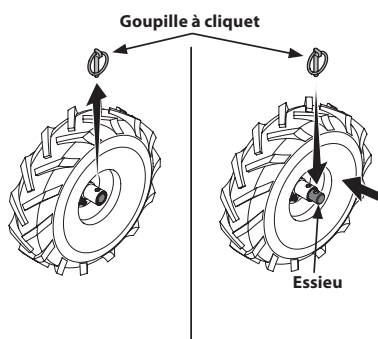

Figure 12
2. Retirez la goupille à cliquet de l'essieu et du moyeu de la roue. Voir la Figure 12.
3. Placez la roue sur l'essieu et poussez-la jusqu'au fond. Insérez la goupille à cliquet dans l'essieu (mais pas dans le moyeu de la roue). Voir la Figure 12.